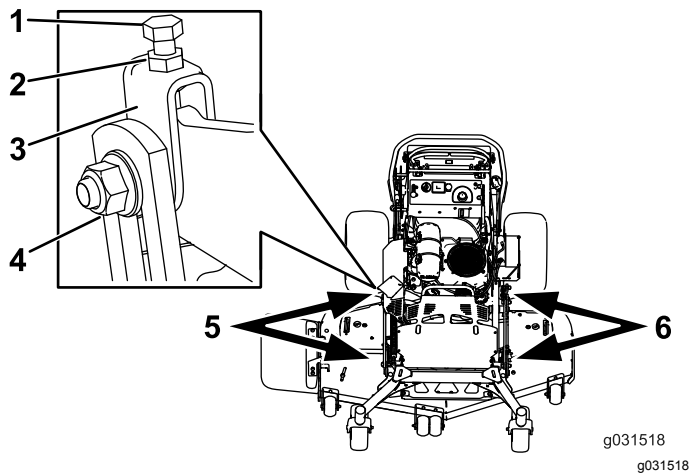

Figura 80
1. Afloje la tuerca lateral y la contratuerca de las horquillas que desea ajustar (Figura 80).
2. Gire el perno superior de las horquillas para ajustar la altura de la carcasa de corte (Figura 80).